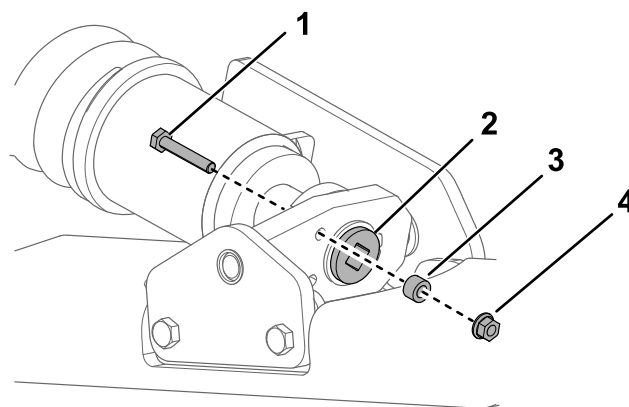
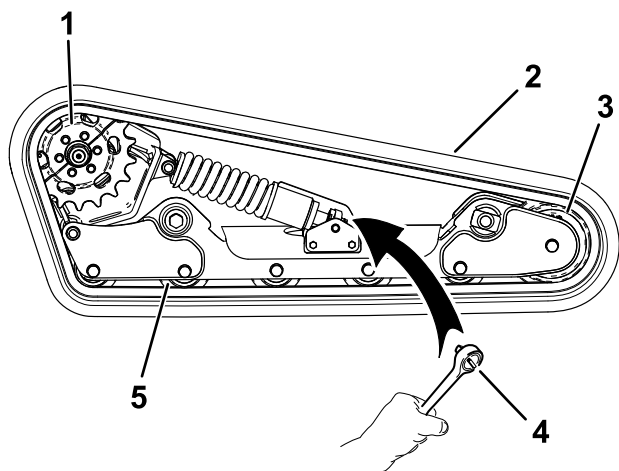

Рисунок 57
Рисунок 61
4. Удалите зажимной болт, проставку и гайку (Рисунок 57).
6. Совместите ближайшую выемку в натяжном винте с отверстием в зажимном болте и закрепите винт при помощи зажимного болта и гайки (Рисунок 57).
- Удалите стопорный болт, проставку и гайку (Рисунок 57).
- Используя ключ с храповым механизмом на $\frac{1}{2}$ дюйма, ослабьте натяжение привода, вращая натяжной винт по часовой стрелке (Рисунок 57 и Рисунок 61).
- Проложите новую гусеницу вокруг переднего катка, затем вокруг ведущей ступицы на стороне, где снято ведущее колесо (Рисунок 61).
- Протолкните гусеницу под опорные катки и одновременно между ними и проложите ее вокруг рамы (Рисунок 61).